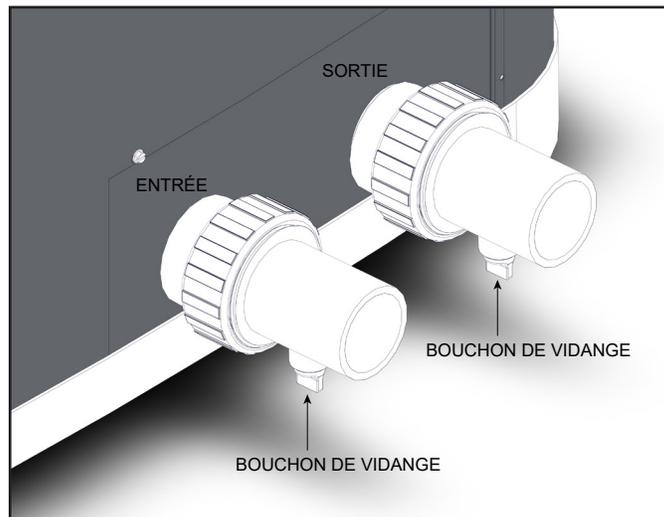

Figure 6. Raccords d'eau/de vidange
5. Les raccords d'entrée et de sortie sont munis de tés de vidange (voir Figure 6), ce qui est utile pour vidanger le système avant l'hivernage.
REMARQUE: Bien qu'il soit possible d'installer le raccord supérieur avec le bouchon de vidange verticalement, le fabricant suggère que l'installation des deux raccords avec les bouchons de vidange orientés vers le bas, comme illustré, en Figure 6 permet d'obtenir la meilleure vidange possible du système.